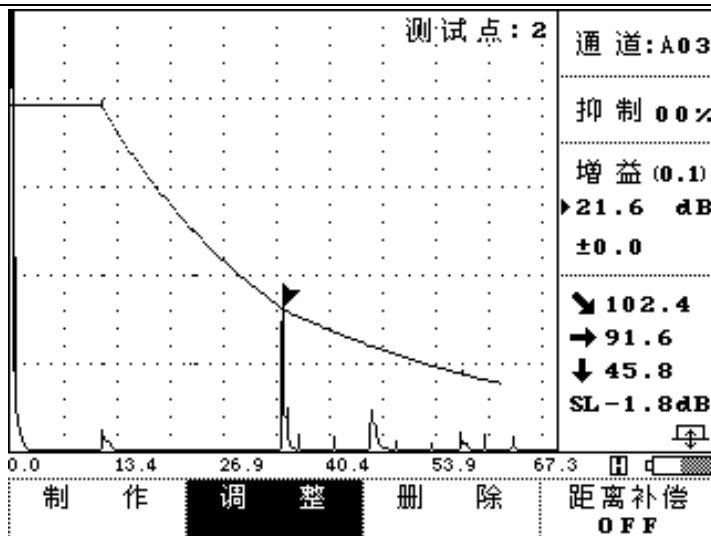

图 3-6-6
- ① 按  键或右转旋旋钮到  栏单击先进入曲线制作功能菜单，按调整相对应的  键或转动旋旋钮到  栏单击进入曲线调整功能，此时该栏反显，同时波幅曲线的第一个测试点上显示一个大三角形。在回波显示区的右上角显示：**测试点：1** 的字样，说明此点被选定为调整点。如图 3-6-6 所示。